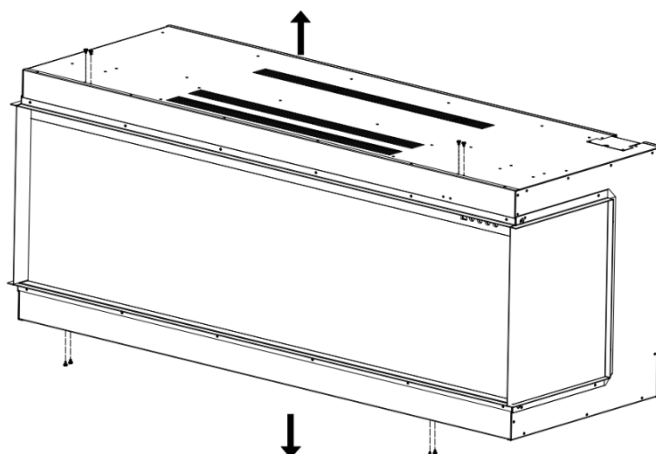

Fig.3-1
4. Retirez les vis de la cheminée comme indiqué sur l'image ci-dessous. Fig.3-1